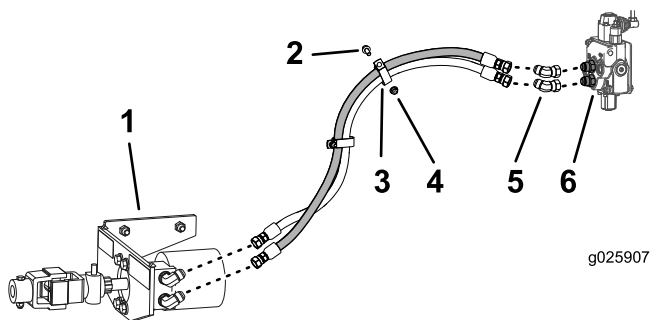

Figure 22
- Fixez les 2 raccords adaptateurs à 45 degrés à l'orifice central du distributeur de commande (Figure 22); serrez à 81 Nm (60 pi-lb).
- Acheminez les 2 flexibles (95 cm [38 po]) du distributeur de commande au moteur du système Hydra-Borer, comme montré à la Figure 22.